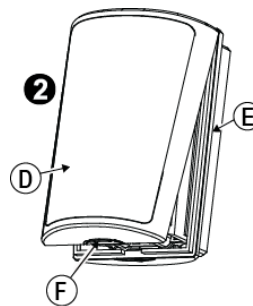

Figura 5: Apertura de la unidad
1. Separe la base de la tapa (vea la figura 5).